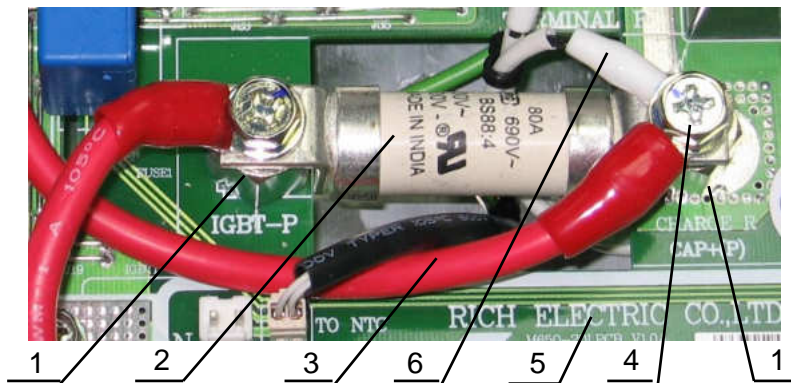

Рис.7.22
7.9.4. Закрепить винтом (4) свободный наконечник провода (3) и клемму силового предохранителя (2) на токоведущей стойке (1), обозначенной «CAP+P» (рис.7.22). Обратить внимание, чтобы наконечник провода (3) находился поверх клеммы силового предохранителя (2), а наконечник провода (6) находился поверх наконечника провода (3).